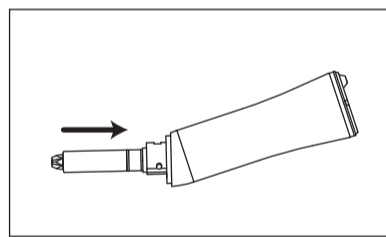

図10
- 1) ドライブシャフトをシャンクに突き当たるまで挿入します。(図10)